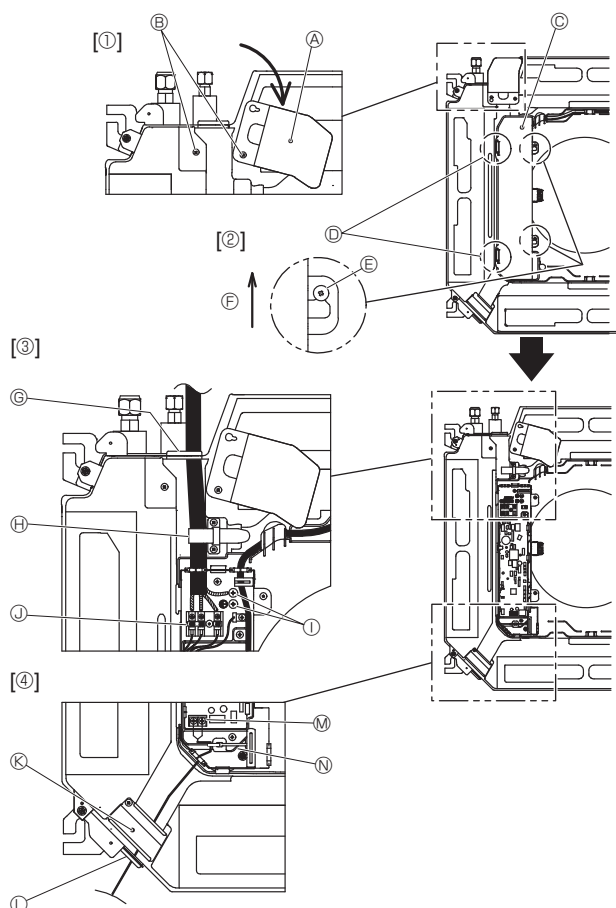
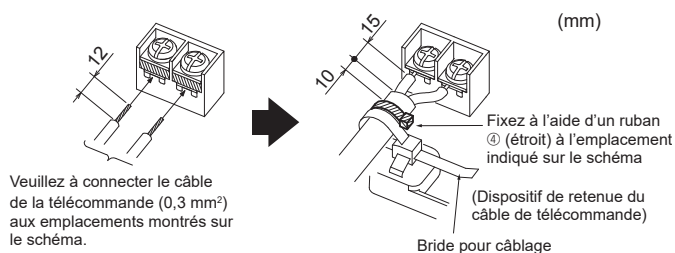

Fig. 6-1
Fig. 6-3
6.1. Appareil intérieur (Fig. 6-1)
1. Desserrez les deux vis de fixation du panneau de service du câblage électrique et faites tourner le panneau. [Fig. 6-1 ①]
2. Desserrez les deux vis de fixation du couvercle du boîtier électrique et faites glisser le couvercle. [Fig. 6-1 ②]
3. Faites passer le câble d'alimentation, le câble de raccordement des appareils intérieur/extérieur et le fil de terre par les entrées de fils indiquées sur le diagramme. [Fig. 6-1 ③]
S'il est impossible d'utiliser des bornes rondes serties, voir Fig. 6-3 à 6-6. Reportez-vous à 6.1.1. et 6.1.2. pour le raccordement.
4. Faites passer le câble de télécommande via les entrées de fils indiquées sur le diagramme et raccordez-le. [Fig. 6-1 ④, Fig. 6-3]